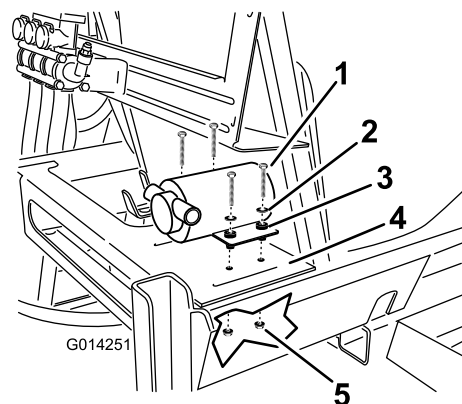

Figura 19
1. Localice la bomba entre las piezas sueltas y sujétela al depósito del bastidor de la plataforma en la parte trasera derecha del depósito principal (Figura 19).
2. Sujete la bomba al bastidor usando cuatro pernos, cuatro arandelas y cuatro contratuercas (Figura 19).